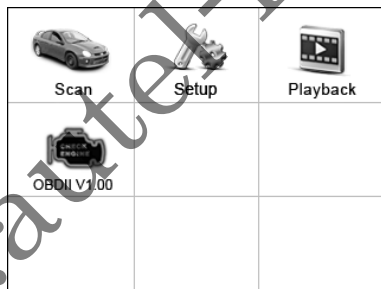
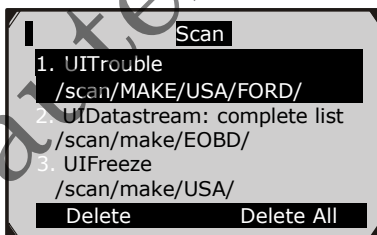

Рисунок 3.1
Рисунок 4.1
- 4) Подайте питание на сканер и дождитесь появления **главного экрана** (рисунок 3.1).
- 1) Используйте кнопки прокрутки **ВЛЕВО/ВПРАВО** для выбора пункта **Playback** на **главном экране** (рисунок 3.1) и нажмите **ОК**. Дождитесь появления экрана **Scan** (Сканирование). (Рисунок 4.1)
- 2) Выберите пункт Scan на главном экране (рисунок 3.1) и дождитесь появления экрана с производителями автомобилей. Выберите производителя автомобиля.